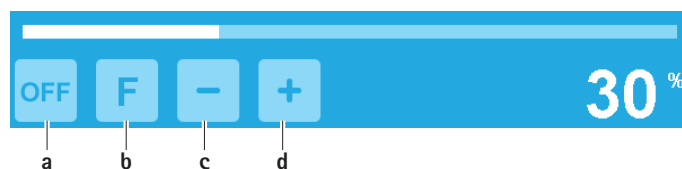

Fig. 7 Aktivering af skyllepumpe/"Flush"-funktion
- ▶ Aktivering af skyllepumpe: Aktivér tasten til tænding af skyllepumpen **a**, se Fig. 7.
- ▶ Deaktivering af skyllepumpe: Aktivér tasten til slukning af skyllepumpen **a**, se Fig. 7.